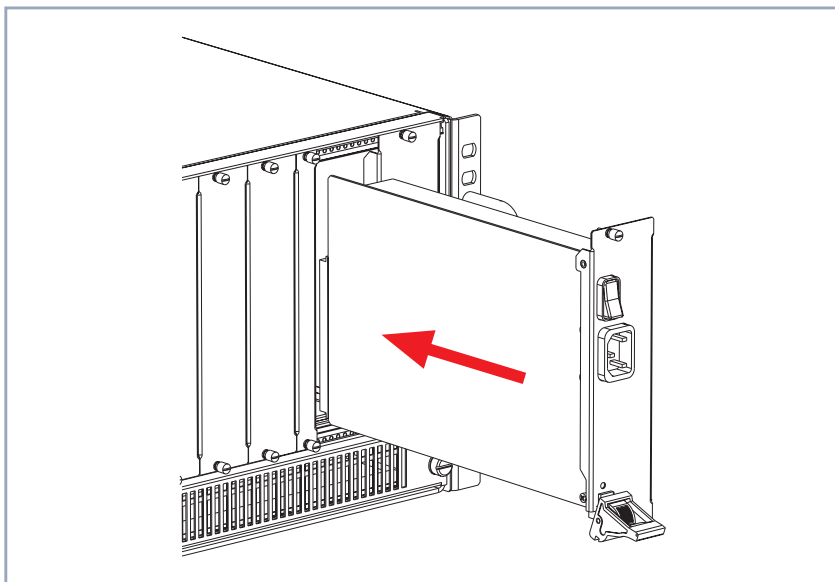

Bild 1-2: X8A-PS installieren
- Stecken Sie das einzubauende Netzteil in den dafür vorgesehenen Steckplatz des Gehäuses (siehe Bild 1-2, Seite 9), bis es in den Steckverbinder des Steckplatzes eingerastet ist.